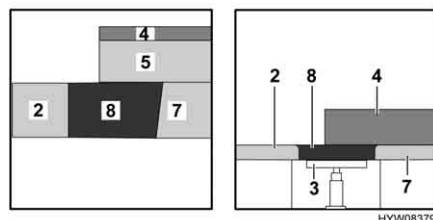

Fig. 45 Dopo la trasformazione
- Posizionare il cuscino aggiuntivo (Fig. 45,8) sul tavolo.